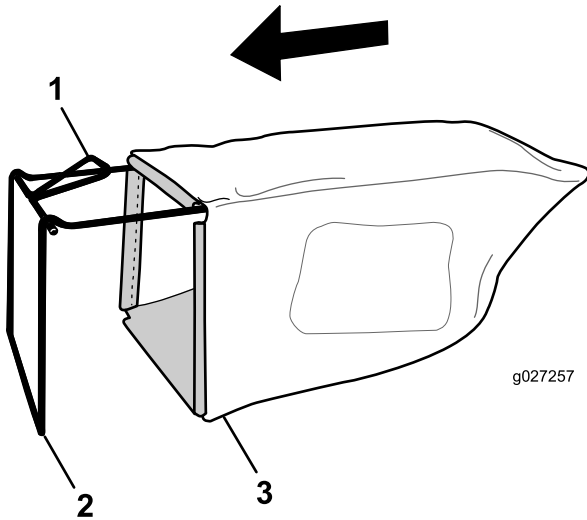

Figure 10
1. Glissez le bac sur l'armature, comme montré à la Figure 10.
Remarque: Ne passez pas le bac par dessus la poignée (Figure 10).